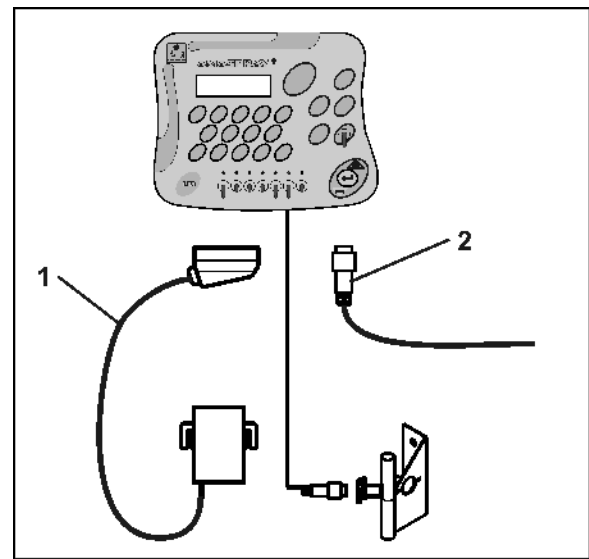

Fig. 3
1. Det til traktoren tilkoblede markredskab tilsluttes v.h.a. maskinstikket (Fig. 3/1).
Signalkablet fra traktorstikket eller fra X-sensoren (Fig. 3/2) tilsluttes til AMASPRAY⁺